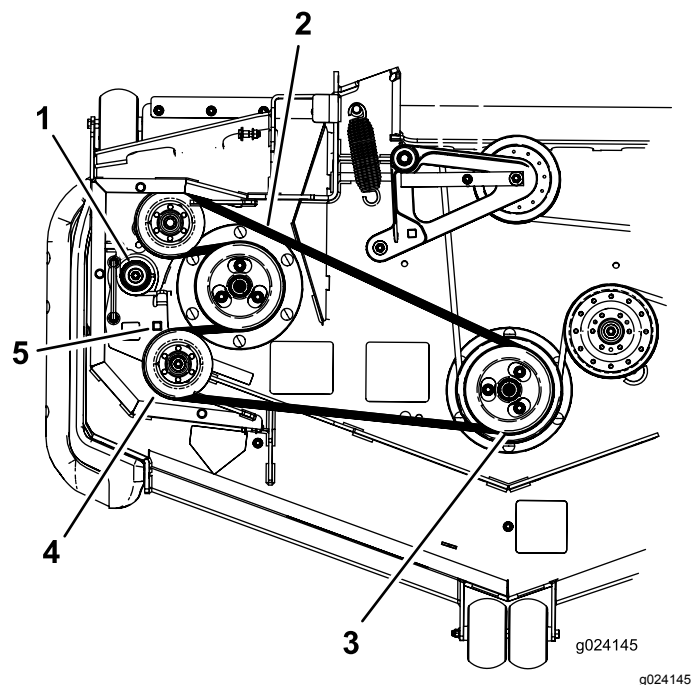

Figura 93
9. Utilice una llave de carraca en el taladro cuadrado del brazo tensor para aliviar la tensión del muelle tensor (Figura 93).
10. Retire la correa de la polea de la carcasa de corte (Figura 93).
11. Retire la correa de las poleas restantes (Figura 93).
13. Utilizando la llave de carraca en el taladro cuadrado, elimine la tensión del muelle y guíe la correa nueva alrededor de la polea tensora (Figura 93).